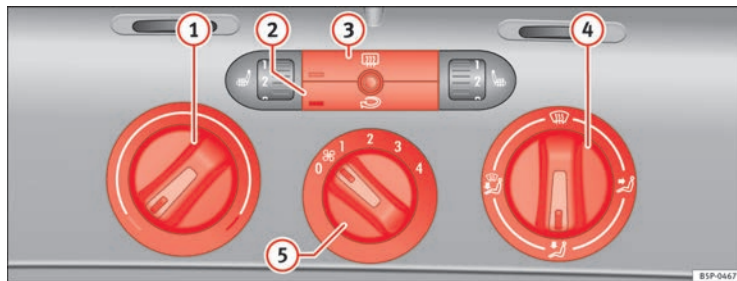

Abb. 107 In der Instrumententafel: Bedienelemente der Heizung
- Mit den Reglern ⇒ Abb. 107 ① und ④ und mit dem Schalter ⑤ stellen Sie die Temperatur, die Luftverteilung und die Gebläsestufe ein.
- Drücken Sie die jeweilige Taste ② bzw. ③, um eine Funktion ein- oder auszuschalten. Bei einer eingeschalteten Funktion leuchtet das Fenster unten links an der Taste ein.